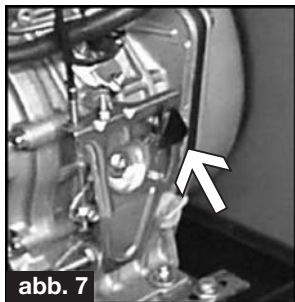

abb. 7
1) Version W180 (Motor YANMAR): die Beschleunigungsteuerung auf dem Motor (siehe Abb. 7) wieder nach oben schieben. Abwarten bis der Motor komplett abgeschaltet ist. Danach den Schlüssel wieder in die Position „OFF“ drehen.